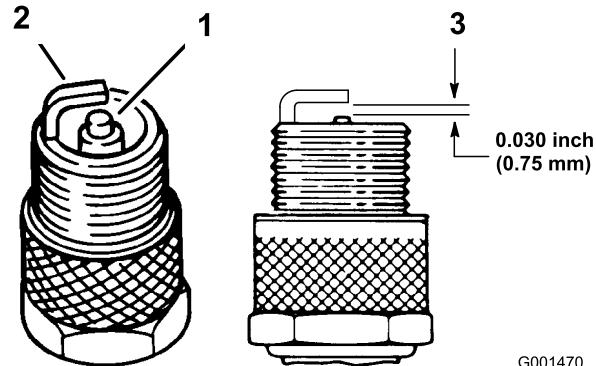

Figure 50
1. Examinez le centre des bougies (Figure 50). Si le bec de l'isolateur est recouvert d'un léger dépôt gris ou brun, le moteur fonctionne correctement. S'il est couvert d'un dépôt noir, c'est généralement signe que le filtre à air est encrassé.
- Contrôlez l'écartement entre l'électrode centrale et l'électrode latérale (Figure 50). Courbez l'électrode latérale (Figure 50) si l'écartement est incorrect.
3. Connectez les bougies (Figure 50).